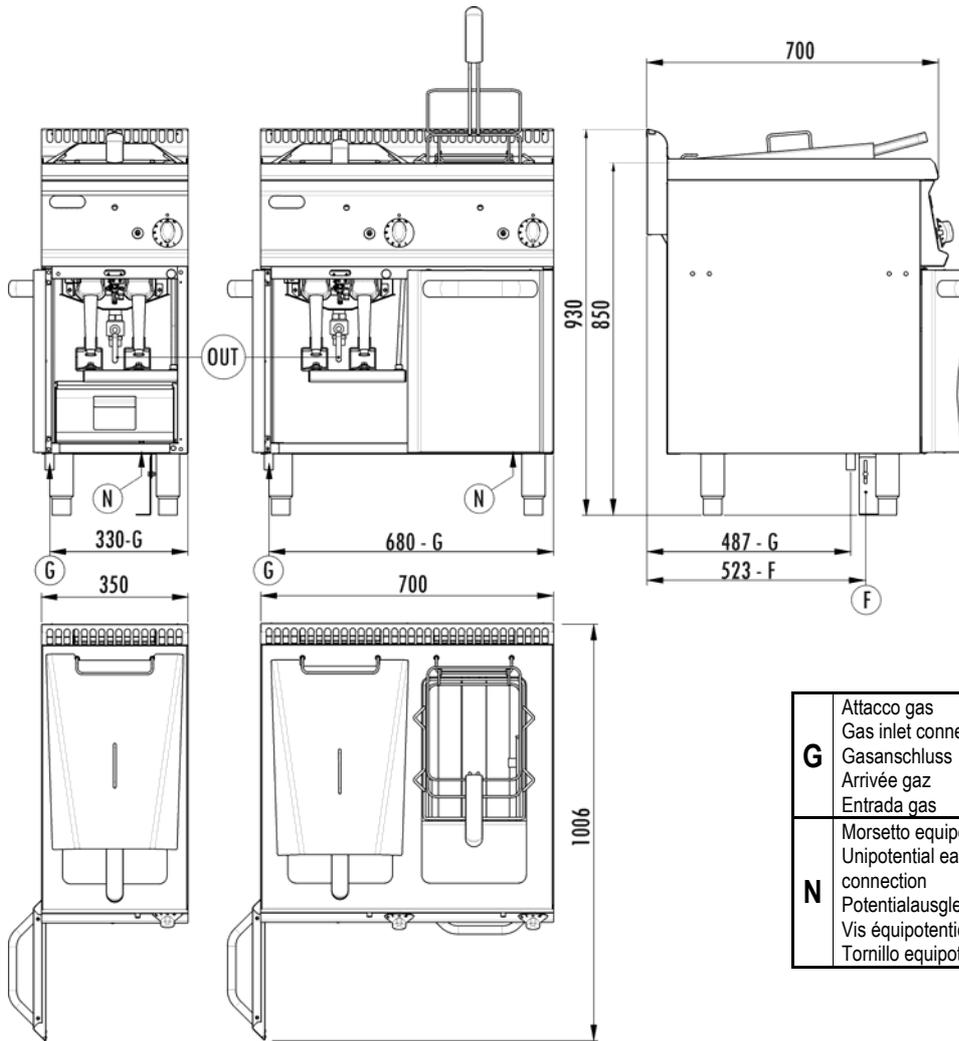

Fig.1
Das Zusatzschild, ebenfalls aus selbstklebender Polyesterfolie, ist neben dem Typenschild angebracht und enthält alle Informationen über die Einstellung des Gerätes. Das Gerätemodell **FRS35G** ist mit zwei Brennern und einer Gasanschlussrampe ausgestattet. Das Gerätemodell **FR 70G** ist mit vier Brennern und zwei Gasanschlussrampen ausgestattet. Der Anschluss für die Verbindung mit der Gasleitung "**G**" (Abb. 1) entspricht den Vorschriften ISO 7/1 und ISO 228/1 (DK) mit  $\varnothing \frac{1}{2}$ " und befindet sich an der Geräteunterseite.